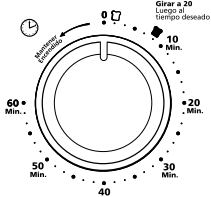

Figura 2
2. **Botão para controle do timer** – Ajuste o botão para selecionar o tempo que deseja cozinhar (veja a figura 2).